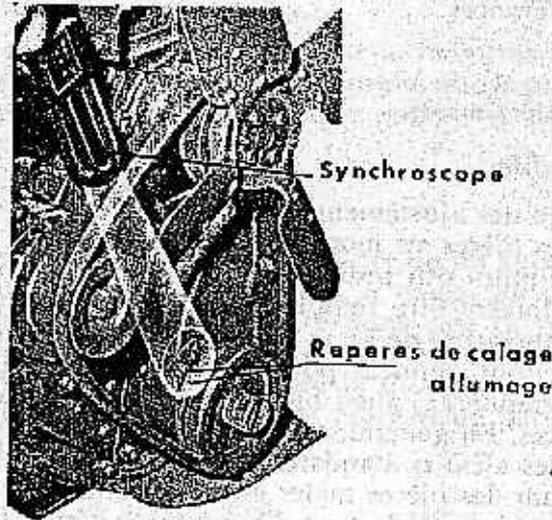

FIGURE 45. — Calage du moteur à l'aide du synchroscope (41-L-1449).
1) Brancher le synchroscope (fig. 45).
Mettre le moteur en route et le laisser se réchauffer. Régler le ralenti à 600 tr/mn. Braquer le synchroscope sur le repère de calage de la plaquette fixée sur le carter des pignons de distribution. Si le repère de la poulie de vilebrequin coïncide avec le repère A de la plaquette le calage est bon. Si le repère de la poulie apparaît avant le repère A le moteur a trop d'avance et inversement (fig. 45).